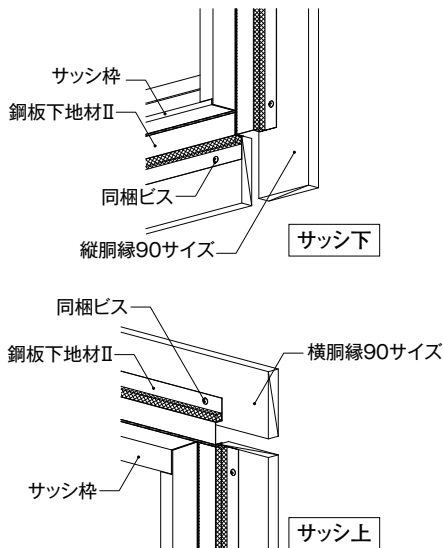

図3 鋼板下地材Ⅱの施工
- ▶ 同梱ビスにて@500mm以下で留め付ける。(図3参照)